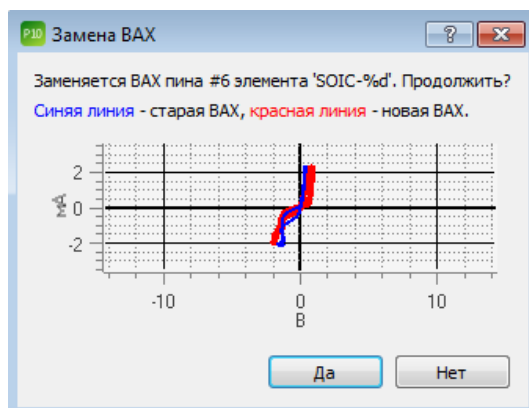

Рисунок 30. Диалоговое окно замены BAX ПО EyePoint P10.
- 4) Проверить корректность замены в появившемся диалоговом окне (Рисунок 30).